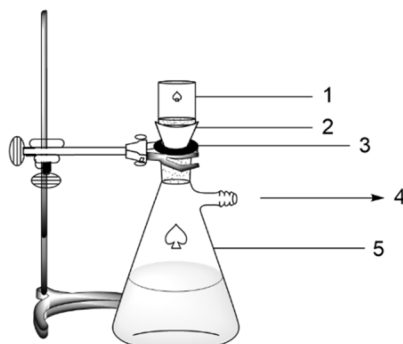

图4 抽滤装置示意图
13. 安装真空抽滤装置：如图4所示，在铁架台上用铁夹锁紧抽滤瓶，确保锥形橡胶垫圈位于橡胶保护圈上。